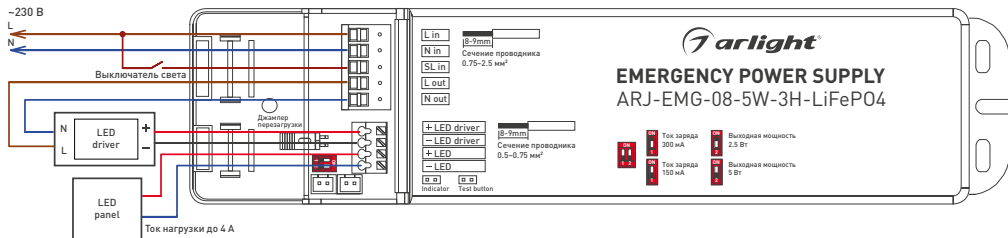

Рисунок 1. Стандартная схема подключения
- 3.4. Подключите провода, постоянно подключенные к сети: «L» — (фаза) коричневый провод к выводу 1, «N» — (ноль) синий провод к выводу 2, см. рисунок 1.